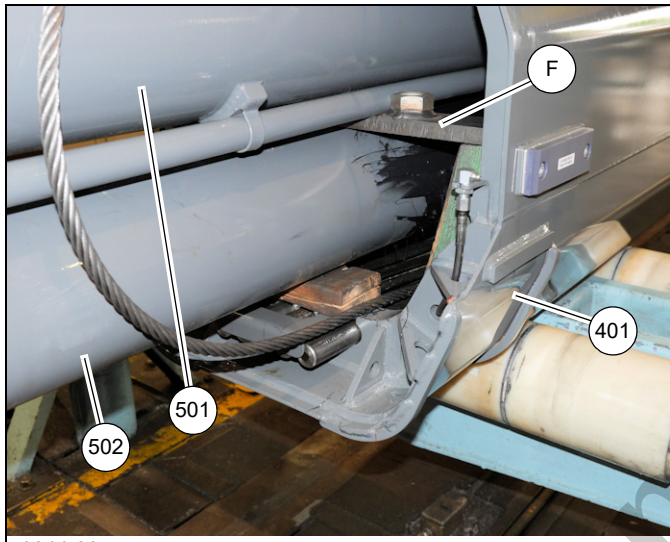

FIGURA 4-29
39. Repita los pasos 36 al 38 y retire dos pernos (347) y placa (321) que fijan el eje de polea izquierdo (313) a la sección telescópica 2 (301).
40. Use bloques de madera o material similar (F) a cada lado del cilindro telescópico N.º 1 (502), coloque bloques debajo del cilindro telescópico N.º 2 (501) de modo
que no se asiente encima del cilindro N.º 1 (502) (vea la Figura 4-29).